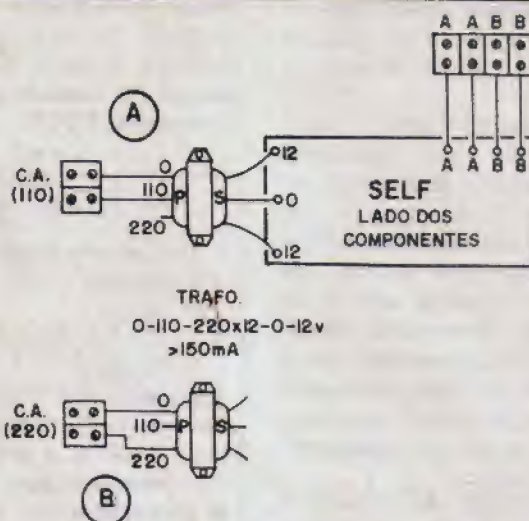

Fig. 4
Satisfeitas as condições anteriores, podem ser feitas as (poucas) conexões externas à placa, mostradas na fig. 4, onde o Circuito Impresso ainda é visto pelo seu lado **não cobreado** (por uma simples questão de "visualização", os componentes sobre a dita placa não são mais mostrados, mas considere que "eles estão lá"...). Muita atenção às ligações do transformador: em (A) temos a conexão para utilização em rede de 110 VCA, e em (B) para rede de 220 VCA. Para a identificação do **primário** (P) e **secundário** (S), lembrar que o primeiro costuma apresentar três fios em cores diferentes, enquanto que no segundo, os fios **extremos** apresentam cores idênticas, diferindo apenas a cor do fio central.
Identificar corretamente a barra de Saida, com os contatos "A-A" e "B-B". Notar ainda que todas as ligações externas mostradas na fig. 4 devem ser curtas, de modo que o conjunto não se apresente como uma "coisa" cheia de "penduricalhos", desleigante e sujeita a problemas de identificação de fios e ligações...